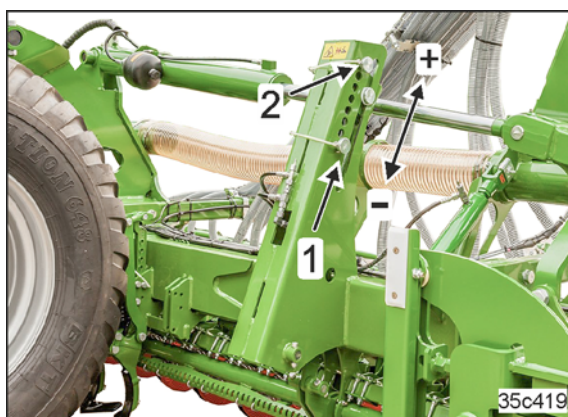

Bild 181
- o ställ in flytläge (Bild 181/1).
- o Applicera med tryck genom att använda styrdonet *blå* (Bild 181/2).
- Billarna arbetar med normalt plogbillstryck (Bild 181/1).
- Billarna arbetar med förhöjt plogbillstryck (Bild 181/2).